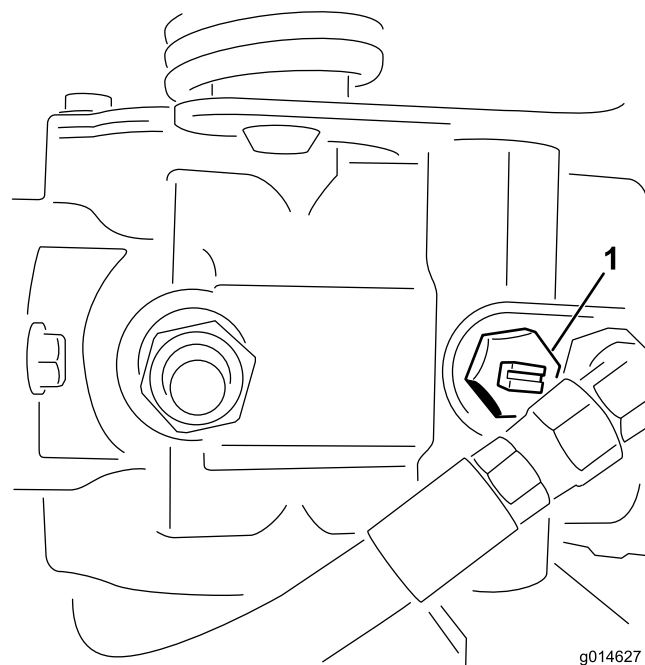

图38
2. 启动发动机之前，旋转旁通阀，使槽处于水平位置，这样就可以关闭旁通阀（图38）。旁通阀打开时，切勿启动发动机。
1. 找到并旋转泵上的旁通阀，使槽处于垂直位置（图38）。